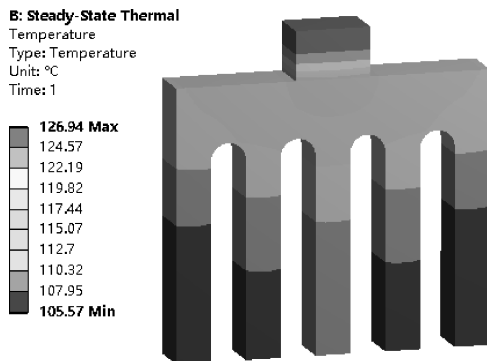

图 3-15 稳态下温度场分布
(1) 在 Mechanical 标准工具栏中单击  Solve 进行求解运算。
(2) 在导航树上选择【Solution (B6)】→【Temperature】，图形区域显示稳态热传导计算得到的温度变化，如图 3-15 所示。